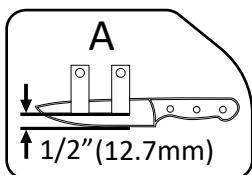

Fig. 6
1. Standaard mes: Lemmeten met een breedte van 3/5 tot 2-3/4 inch (15-70 mm) moeten worden geplaatst in de **A**-montagepositie, zoals aangegeven op het label van de basis. Het slijphoekbereik is 10°-35°. (Zie Fig. 6)